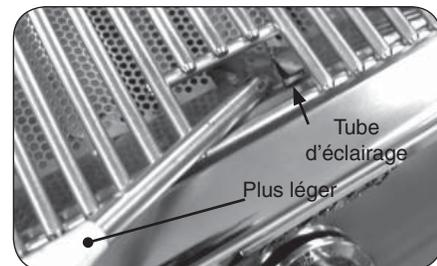

Fig. 16-2 - Éclairage manuel
2. Passez un allumeur brûlant de butane de long-baril ou une allumette brûlante de long-tige dans la grille à cuire s'ouvrant au dessus du tube d'éclairage. (Fig. 16-2). Pour des backburners, tenez la flamme contre le surface du backburner. Pour des brûleurs à charbon de bois, tenez la flamme près du brûleur.
4. Si le brûleur ne s'allume pas, enfoncez immédiatement le bouton et tournez la valve à AU LOIN. ATTENDEZ CINQ (5) MINUTES avant de répéter les étapes 2 à 4 des instructions manuelles d'éclairage.